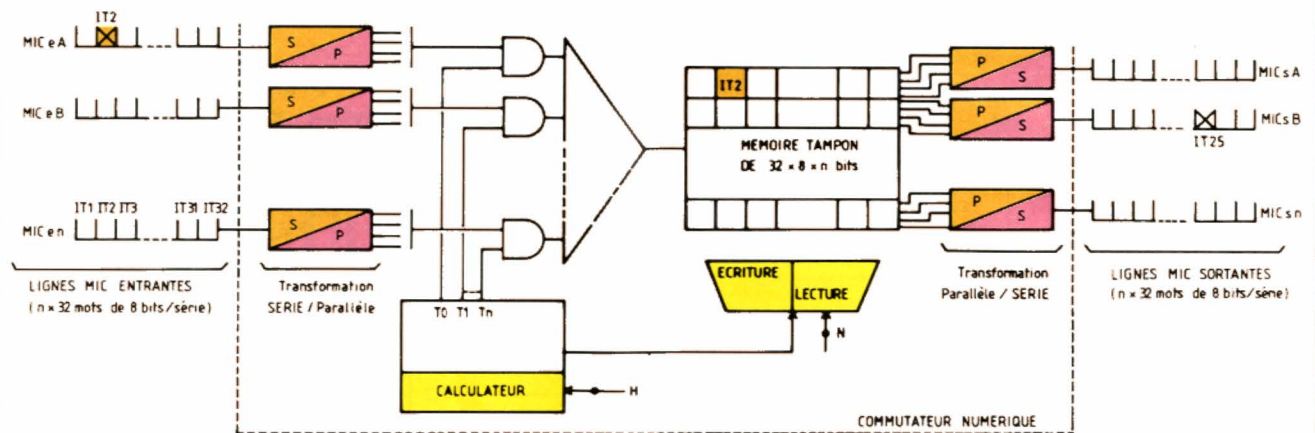

Fig. 11. – Principe de la commutation numérique (ou temporelle).
Le principe de la commutation numérique (ou temporelle) consiste à prélever, sur un MIC entrant, un des trains d'impulsions (IT), à le mémoriser pour le réinjecter sur un MIC sortant (voir fig. 11, 12, 13).
Par exemple, si l'on veut relier l'IT 2 du MIC entrant eA à l'IT 25 du MIC sortant sB, il faut, entre les temps IT 1 et IT 25, mémoriser les informations binaires de l'IT 2 dans une mémoire tampon avant de le réinjecter dans le MIC sortant sB, ce processus étant répété à la cadence d'échantillonnage, soit 8 000 fois par seconde (voir fig. 11).